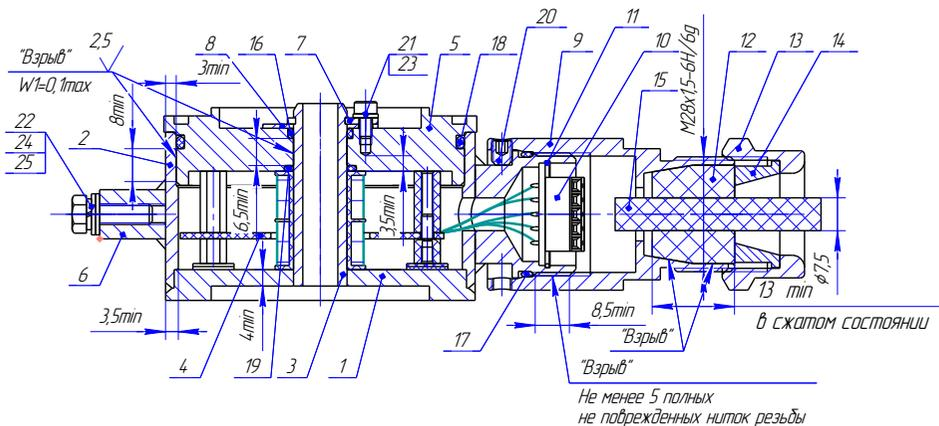

Рисунок 5. Датчик конечных положений затвора. Чертеж средств взрывозащиты.
1 - Модуль СФУ, 2 - Стакан (Сталь 09Г2С ГОСТ 19281-89/Сталь 20ГЛ ГОСТ 977-88), 3 - Кабельный ввод (варианты см. рисунок 5), 4 - Катушка (АГ-4В, провод ПЭТВ-2), 5 - Фланец (09Г2С ГОСТ 19281-89), 6 - Крышка (Сплав АМг6 ГОСТ 4784-97), 7 - Болт М6-6gx16.58.019 ГОСТ 7805-70, 8 - Болт М6-6gx25.58.019 ГОСТ 7805-70, 9 - Шайба 6 65Г.019 ГОСТ 6402-70, 10, 11, 12, 13 - Кольцо уплотнительное (РС-26Ч ТУ 2539-021-46521402-2007/ИРП-1267 НТА ТУ 38 0051166-2015), 14 - Табличка (Сплав АМг2 ГОСТ 4784-97), 15 - Колпачок (Стекло органическое СО-120-К 20,0 ГОСТ 10667-90)/Plexiglas GSEN 263 (Rohm GmbH&CaKG (Германия)), 16 - Линза (Стекло органическое СО-120-К 20,0 ГОСТ 10667-
**7.2.5 Подключение к датчику положения затвора СЕНС-ДКП, СЕНС-ДКП-ХЛ** вести в следующей последовательности (рис.5, 8):